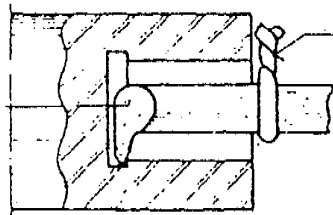

Figura 6
- d. Limite la longitud de la herramienta de caucho con la longitud de la rosca ( Figura 6 ).